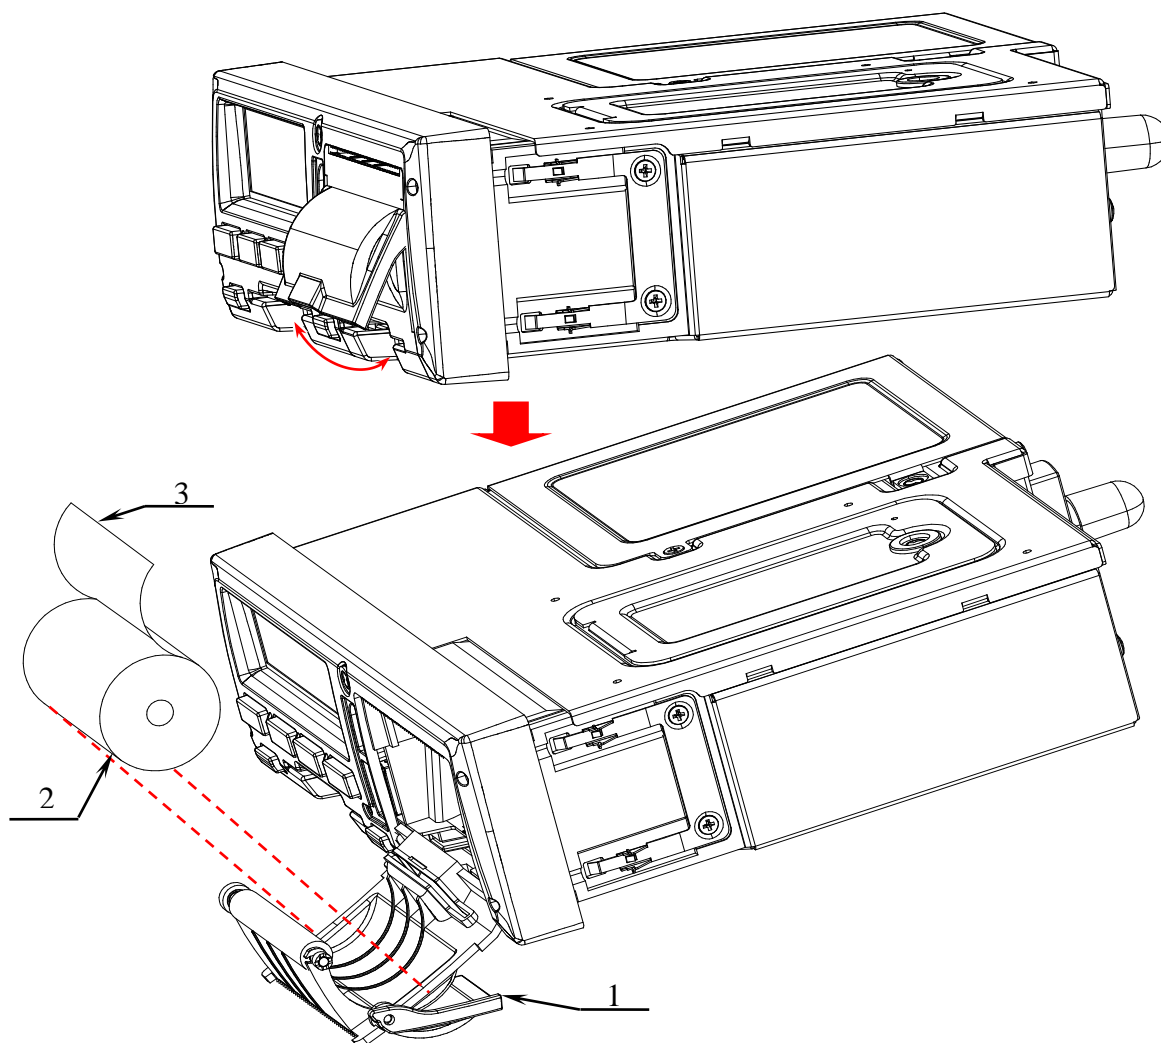

Рисунок 5.
1. Открыть крышку отсека термопечатающего механизма – 1 (см. рисунок 5), потянув за специальную ручку на крышке.
2. Установить рулон термобумаги (2) в лоток (термочувствительный слой ленты расположен с внешней стороны ленты!) и вытянуть свободный конец ленты (3).